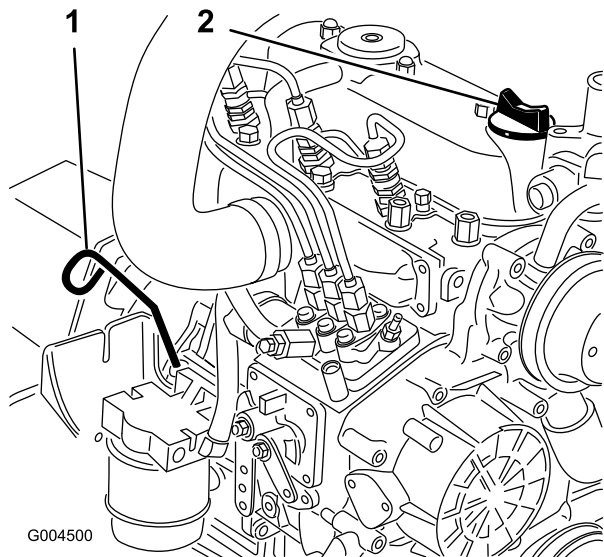

Figura 42
3. Togliete l'asta di livello (Figura 42), tergetela e reinsertetela. Rimuovete l'asta e controllate il livello dell'olio.
4. Se il livello dell'olio non raggiunge il segno di pieno, togliete il tappo di riempimento (Figura 42) e rabboccate con olio fino a portarlo al segno Full sull'asta di livello.